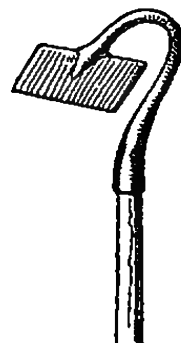

Fig. 331 — Binette.
8. Binette. Sarcloir. — La *binette* (fig. 331) sert à détruire les mauvaises herbes. On les détruit encore à l'aide du *sarcloir*.